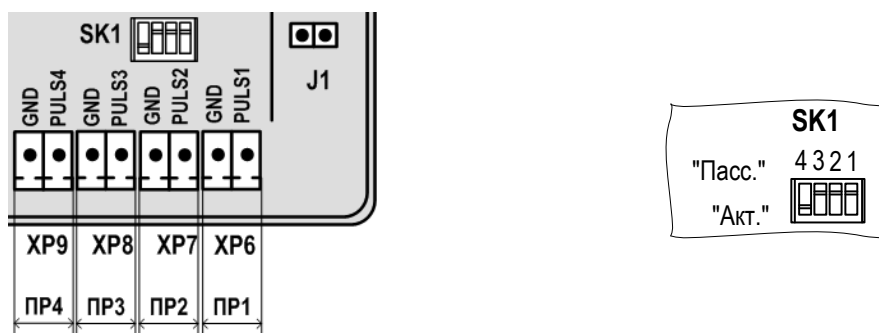

Рис.13. Маркировка коммутационных элементов подключения ПР1-ПР4.
6.5.1.1. Входы каналов расхода 1...4 предназначены для подключения датчиков расхода с выходным частотным либо импульсным сигналом. Маркировка коммутационных элементов для подключения **ПР1-ПР4** показана на рис.13.